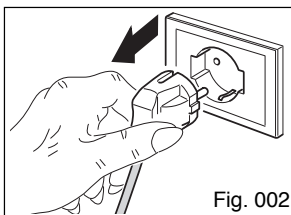

Fig. 002
- **Ne pas tirer sur le cordon d'alimentation ou sur l'appareil même pour débrancher la fiche de la prise de courant (fig. 002).**
- **TOUJOURS débrancher la fiche du secteur électrique (fig. 002) immédiatement après usage et avant toute opération d'entretien ou de nettoyage.**